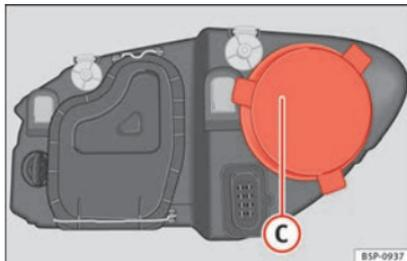

Fig. 180 Abbagliante.
- Rimuovere la copertura »» fig. 180 C tirando dalla stessa.